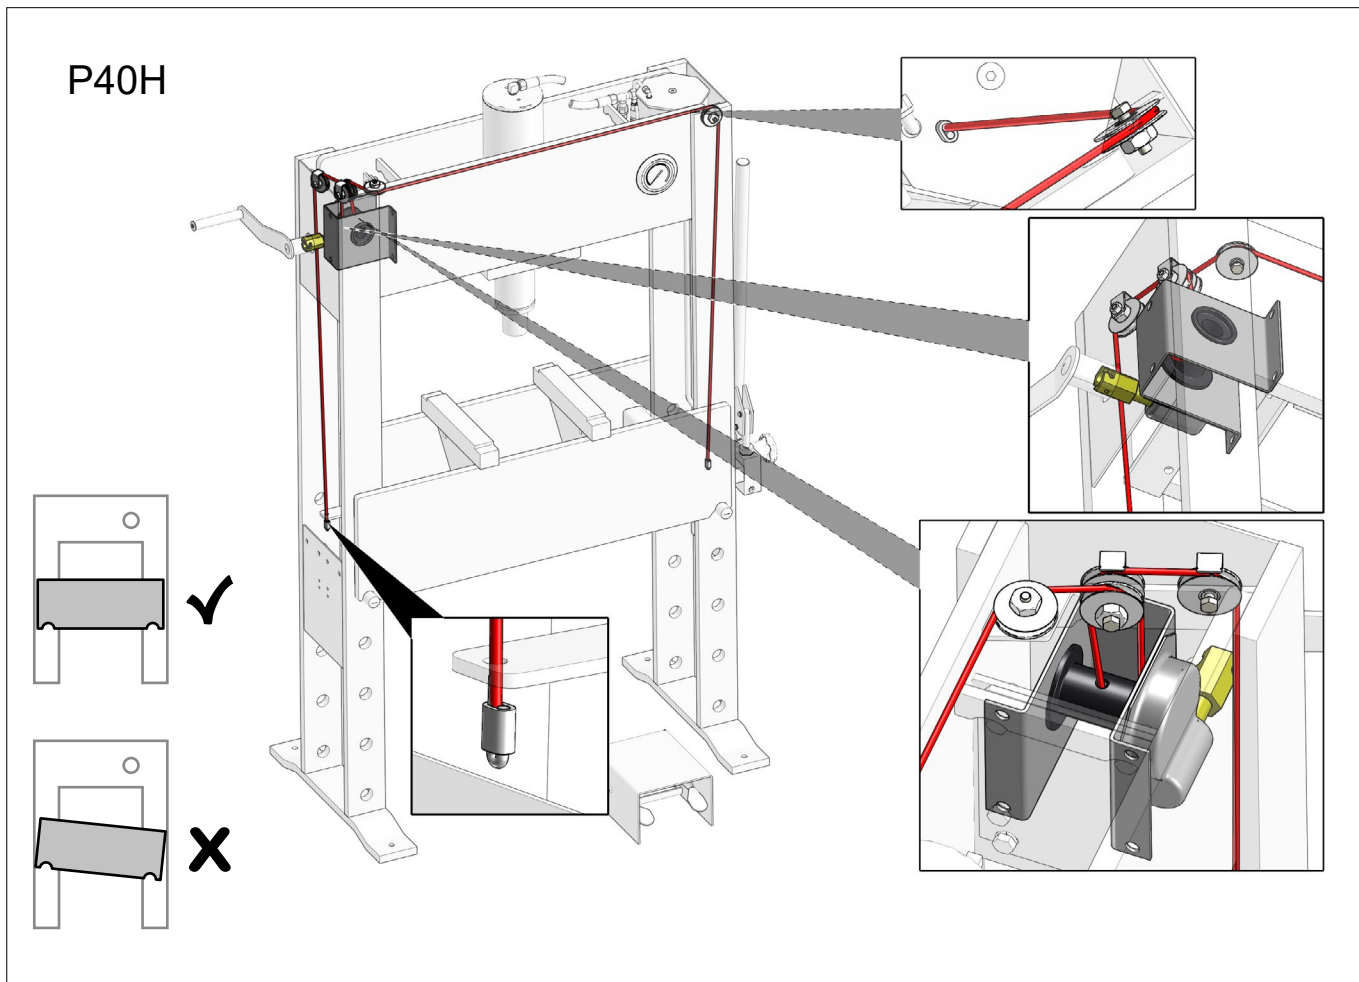
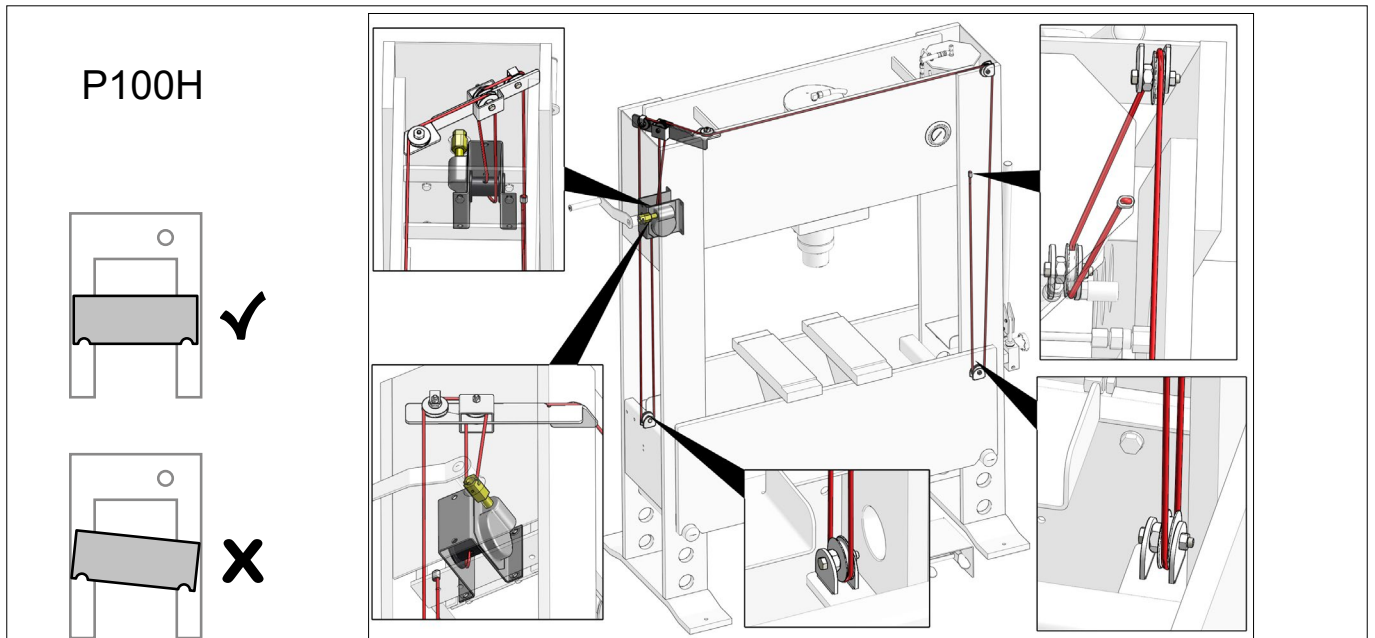

Fig.32
Fig.34
- Spillet wire og wrens fastgørelse (Fig.32) - (Fig.34)
**(GB) Safety Inspection**
- Winch and wire for wear and tear (Fig.32) - (Fig.34)
**(DE) Sicherheitsinspektion**
- Winde und Draht für Verschleiß (Fig.32) - (Fig.34)
**(FR) Inspection de sécurité**
- Treuil et fil pour l'usure (Fig.32) - (Fig.34)
**(SE) Säkerhetsunderhåll**
- Vinsch och tråd för slitage (Fig.32) - (Fig.34)
**(FI) Turvatarkastukset**
- Vinssi ja lanka kulumista varten (Fig.32) - (Fig.34)
- Lier en draad op slijtage (Fig.32) - (Fig.34)
- Compruebe que el polipasto y su cable no presenten daños (Fig.32) - (Fig.34)
- Лебедка и трос на износ (Fig.32) - (Fig.34)
- Verricello e filo per usura (Fig.32) - (Fig.34)